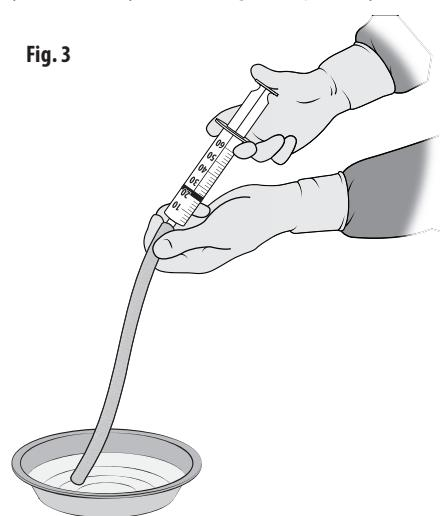

Fig. 3
1. Utilizați o seringă sterilă pentru a spăla lumenul protezei cu 20 ml de ser fiziologic steril. Fig. 3. Repetați cel puțin de două ori.